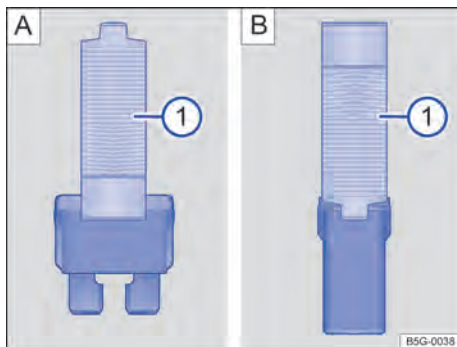

Fig. 179 Retirar ou colocar o fusível com a pinça de plástico: **A**): fusível plano, **B**): fusível de bloqueio.
- Se necessário, retirar a pinça de plástico → Fig. 179 da cobertura da caixa de fusíveis.
- De acordo com a versão do fusível, colocar as garras adequadas do alicate plástico → Fig. 179 ou → Fig. 179 lateralmente no fusível.